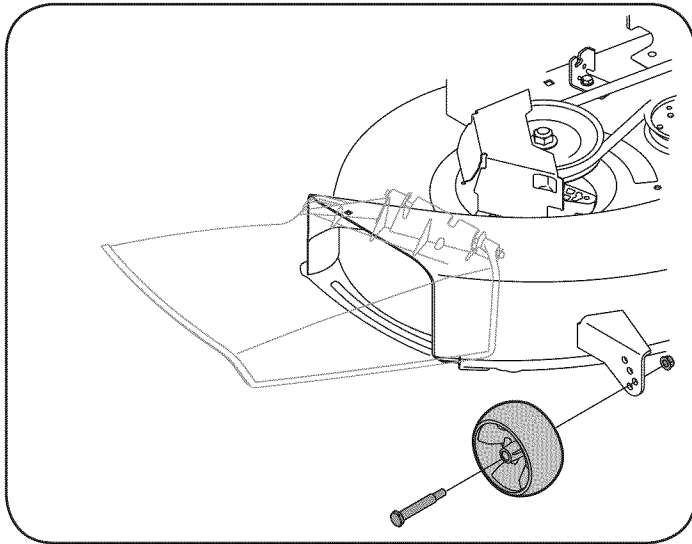

Figura 9
- a. Ajustar las ruedas de cubierta mediante la eliminación de la tuerca de la brida y tornillo que sujeta el hombro de cada rueda y llevarlos a uno de los agujeros que permite que las ruedas para estar entre $\frac{1}{4}$ pulgadas y $\frac{1}{2}$ pulgada por encima del suelo cuando el tractor se encuentra en un suave, superficie plana, como un camino de entrada. Véase la figura. 9.